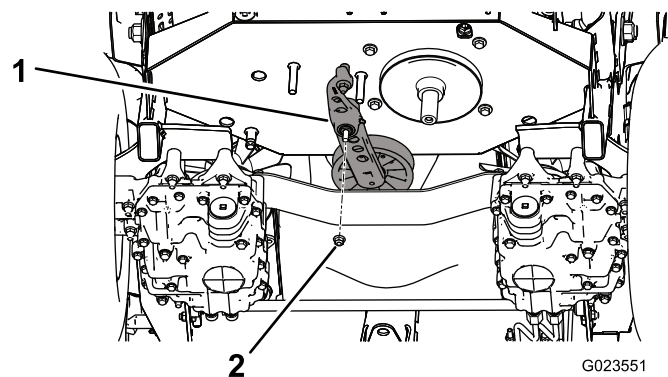

Рисунок 57
- Выверните гайку крепления натяжителя в сборе к раме (Рисунок 57).